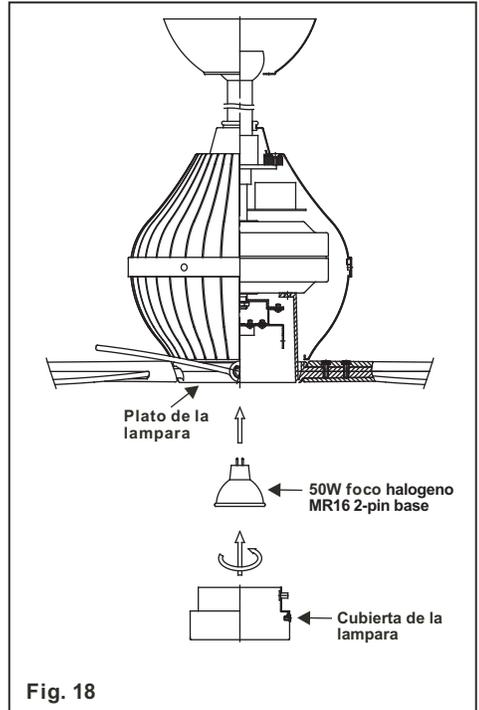

Fig. 18
Paso 1. Instale un foco halogeno MR16 2-pin base. (Fig. 18)
Paso 2. Cuidadosamente instale la cubierta de la lampara girela hacia la derecha hasta que quede ajustada. **NO LA SOBRE-APRIETE.** (Fig. 18)